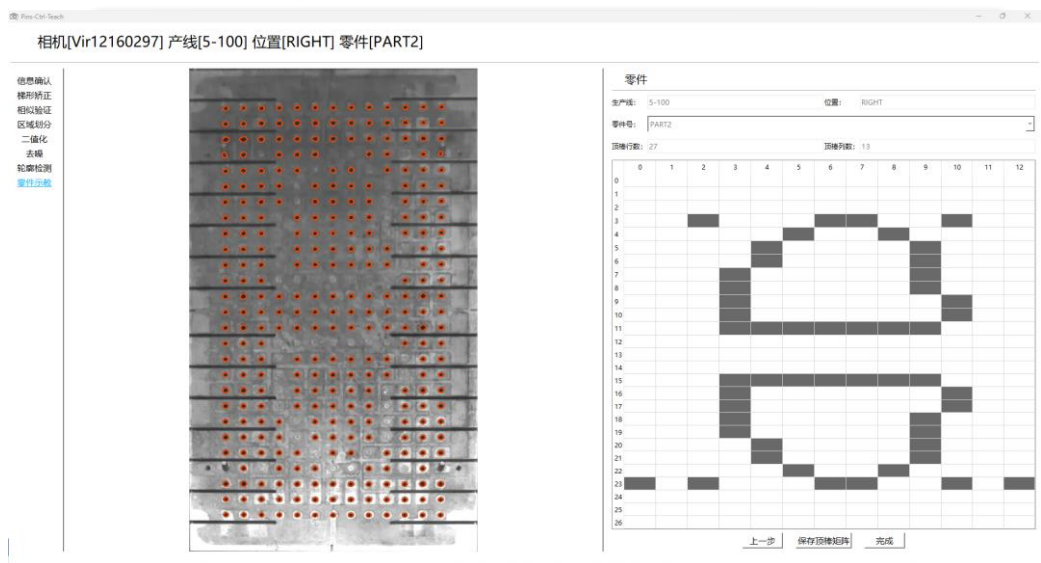

图 2.8.8 零件示教界面
- g) 零件示教：零件示教界面如图 2.8.8 所示。将上一步获取的轮廓位置转化为表格形式。可以选中并右击表格中单元格，手动设置对应位置的顶棒孔的工艺要求，具体操作与 2.3 章节 (c) (d) (e) 项相似。点击“保存”按钮保存零件信息，保存内容通过 2.3 章节进行查看。点击“完成”按钮退出示教界面。